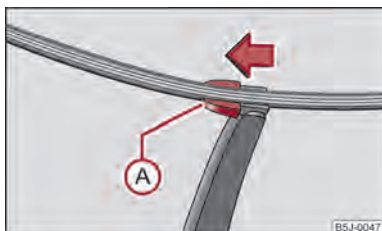

Fig. 32 Lama ștergătorului de lunetă
- Ridicați brațul ștergătorului de pe lunetă și poziționați lamela astfel încât să formeze un unghi drept cu brațul ștergătorului → fig. 32.
- Cu cealaltă mână deblocați siguranța (A) în sensul săgeții și scoateți lamela.